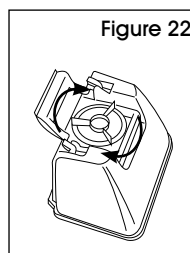

Figure 22
5. Réinstallez le bouchon. Tournez le bouchon dans le sens horaire jusqu'à ce qu'il se verrouille. Le bouchon doit être verrouillé pour obtenir de bons résultats et éviter des fuites. (Voir Figure 22)